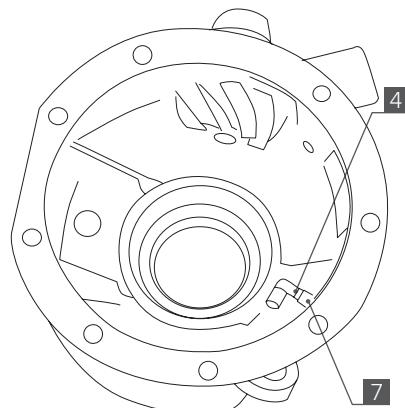

Рис. 10
7. Установите фитинг угловой [4] с внутренней стороны картера моста (**рис. 10**).